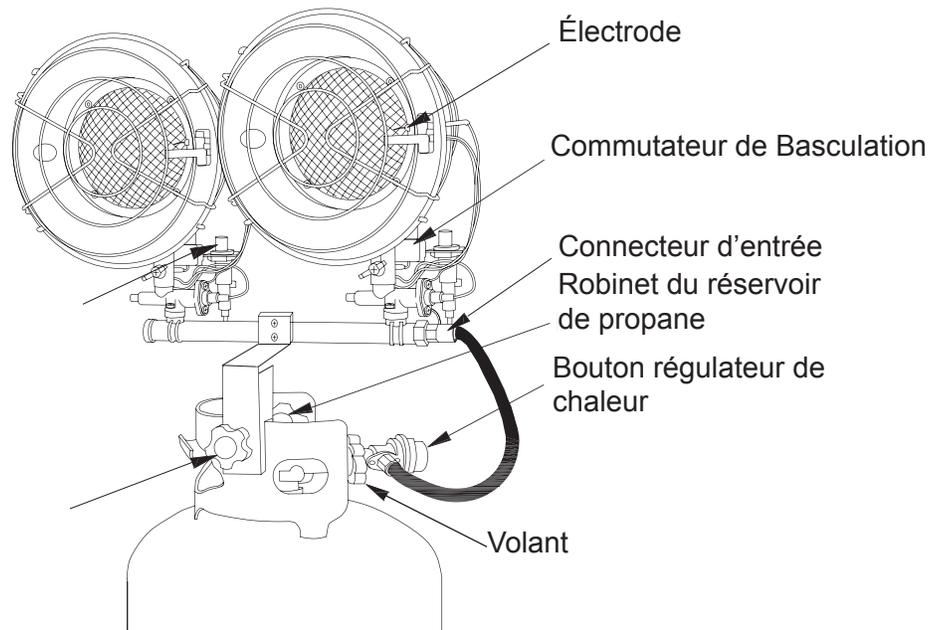

FIGURE 3
4. Insérer le connecteur de régulation dans le raccord de la soupape de sortie du réservoir et tourner vers la gauche (sens anti-horaire) jusqu'à ce qu'il soit serré. Le filetage est comme pour les gauchers. (FIGURE 3.)